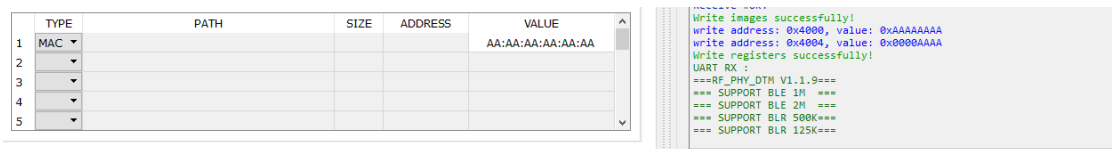

图 4
1.4. 点击 Erase，待右侧界面显示绿色 Erase successfully! 点击 Write 键，等待右侧界面显示绿色 Write registers successfully! 软件烧录完成，如图 4
2.1.2. 将 DUT 用 UART 连接电脑, 将 TM 拉低(无 TM 脚的型号忽略这步), 并复位 DUT, 会返回如下图 4 的 log, 意味进入了 DTM 定频测试模式, RF 端口跟仪器 ROHDE&SCHWARZ FSQ 连接;